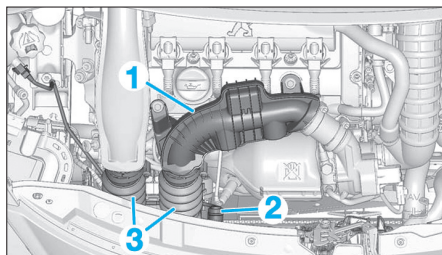

Fig. 13
- le résonateur (1) de sortie du turbocompresseur (Fig.13),